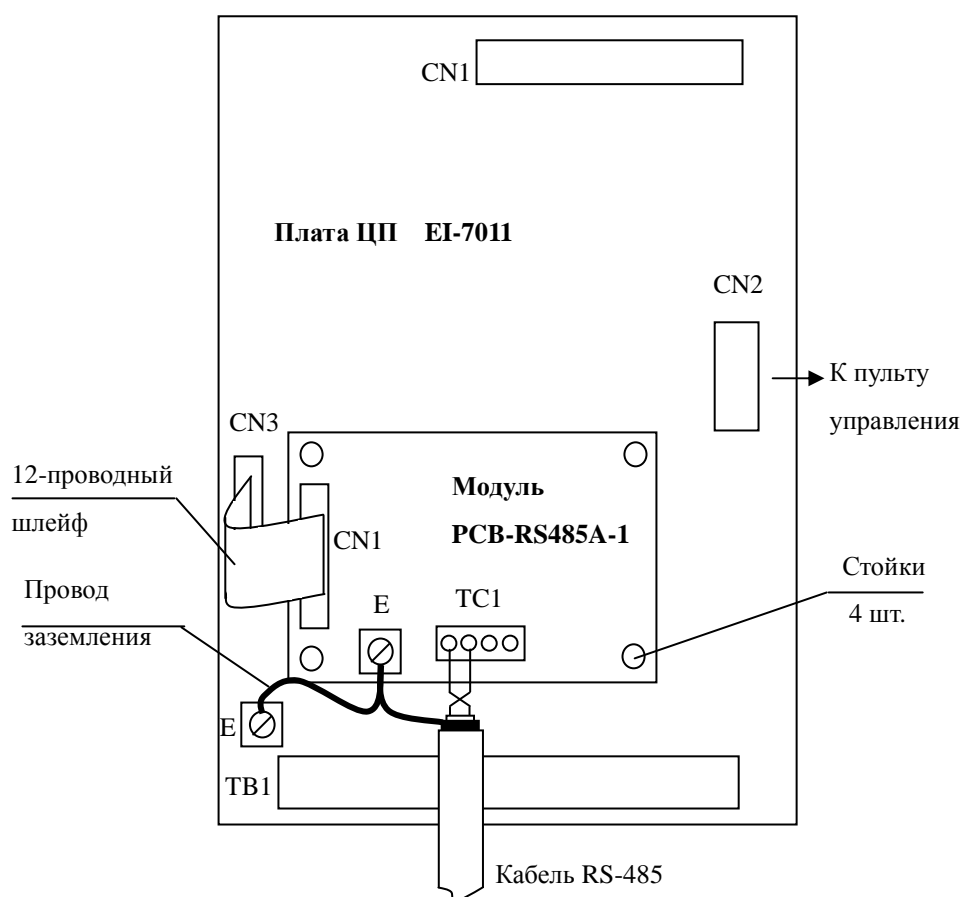

Рис.2. Установка и подключение модуля PCB-RS485A-1 в ПЧ EI-7011.
- 4.2.2. В соответствии с рис.2 установить модуль PCB-RS485A-1 на 4 стойки и слегка прижать, чтобы наконечники стоек зафиксировались в отверстиях модуля.